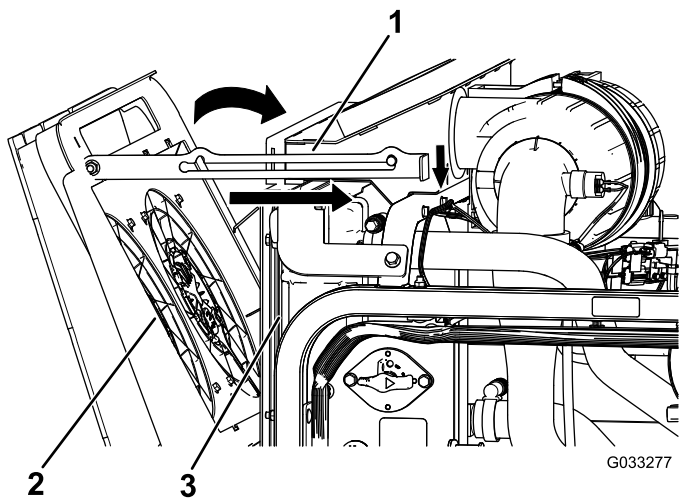

Bild 120
4. Drehen Sie die Kühlventilatoren des Motors nach vorne und arretieren Sie die Stützstange in der Kerbe (Bild 120).